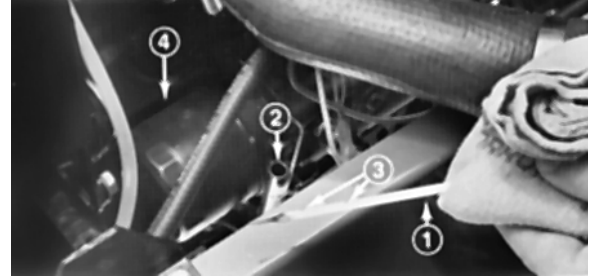
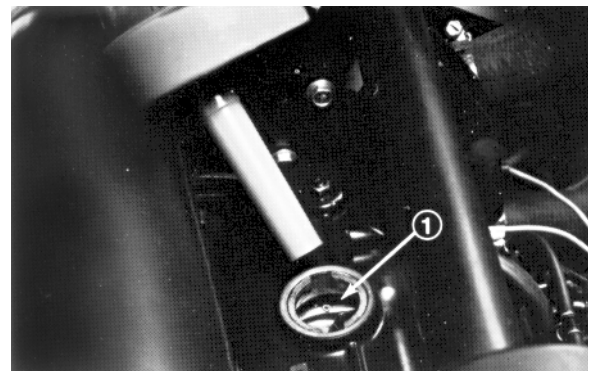

Bild 1
Bild 2
3. Den Ölmeßstab entfernen und mit einem sauberen Lappen abwischen (Bild 1). Den Ölmeßstab wieder ganz in das Ölrohr einstecken, bis der Stab anschlägt. Den Meßstab wieder entfernen und den Ölstand prüfen. Bei niedrigem Ölstand, den Ölfülldeckel entfernen (Bild 2) und ausreichend Öl nachfüllen, um den Ölstand bis zur oberen Auskerbung am Ölmeßstab anzuheben (Bild 1). **NICHT ÜBERFÜLLEN!**